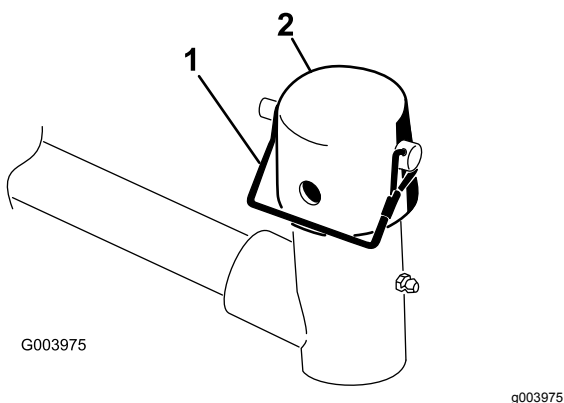

Figura 10
7. Togliete il perno di ritenuta e il cappuccio dalla forcella di articolazione del braccio di sollevamento (**Figura 10**).
11. Fissate il cappuccio e l'albero del telaio portante alla forcella del braccio di sollevamento con il perno di ritenuta (Figura 10).